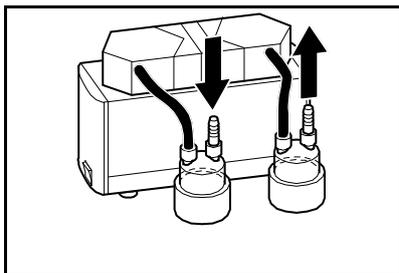

Fig. 14: collegamenti flessibili sistema SR
2	Tubi flessibili (v. fig. 14) <ul style="list-style-type: none"> <li>▪ Agente resistente al fluido utilizzato</li> <li>▪ Diametro interno 10 mm</li> <li>▪ Lunghezza: ca. 150 mm</li> </ul>
3. Eseguire i collegamenti flessibili dei separatori (v. fig. 14).